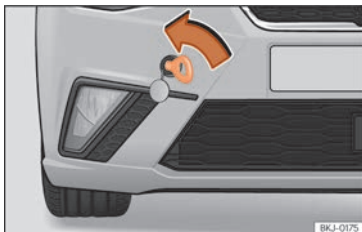

Fig. 48 Parte direita do para-choques dianteiro: argola de reboque enroscada.
- Enrosque a argola de reboque no alojamento girando-a ao máximo **no sentido contrário ao dos ponteiros do relógio** » **Fig. 48** » **❗**. Utilize um objeto adequado com o qual possa enroscar completa e firmemente a argola de reboque no seu alojamento.